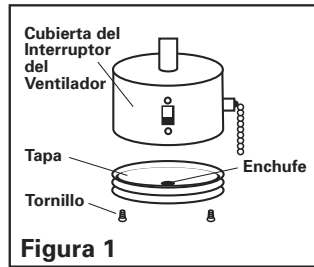
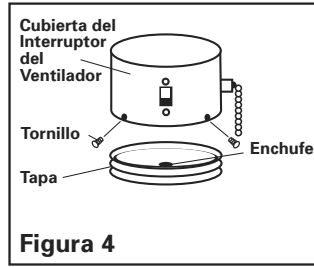

Figura 1
Figura 4
1. Quite la tapa del alojamiento del interruptor del ventilador aflojando los tornillos (Vea la figura 1). Puede guardar esta tapa para usarla en el futuro.
1. Quite del ventilador la tapa del alojamiento del interruptor destornillando los tornillos de montaje inferiores (figura 1) o los tornillos de montaje laterales (figura 4).
2. Destornillando o empujándolo hacia afuera, saque el enchufe (figura 4) del centro de esta cubierta. Puede descartar el enchufe.